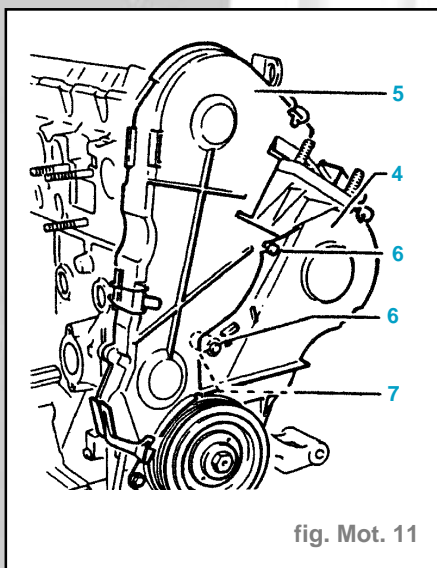
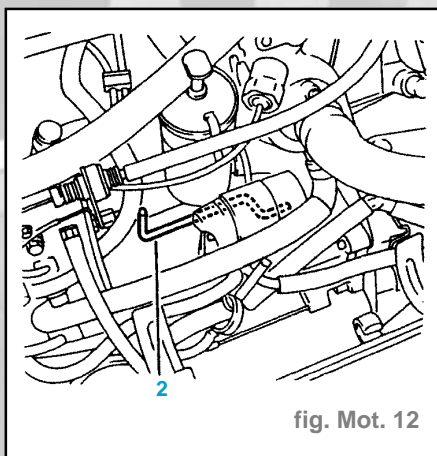

fig. Mot. 11
fig. Mot. 12
- Déposer : (fig. Mot. 11)
- le carter de distribution avant (4) en le dégageant vers l'avant puis vers le haut,
- le carter de distribution (5) en le dégageant des axes.
- Récupérer l'entretoise (7).
- Piger le volant moteur à l'aide de la pège (2) (fig. Mot. 12).
- Reposer : (fig. Mot. 11)
- l'entretoise (7),
- le carter de distribution (5) en l'engageant dans les axes (6),
- le carter (4).